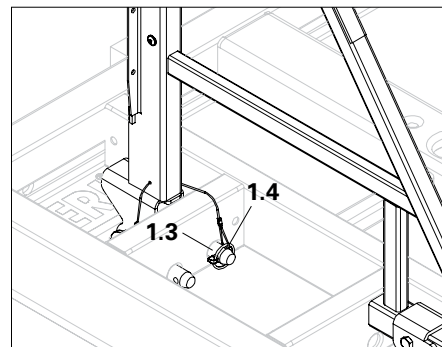

Fig. A3.08
5. Fixer la goupille rabattable (1.4) sur l'axe (1.3). (Fig. A3.08)
→ La console MXK est sécurisée. (Fig. A3.08)